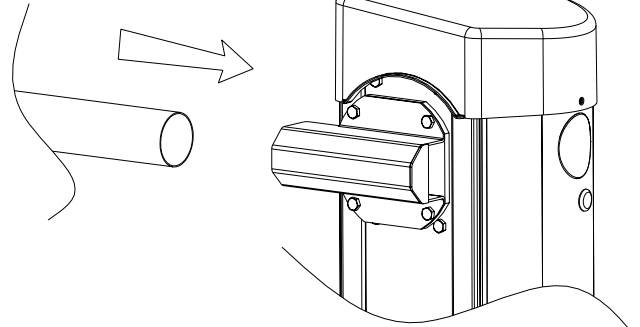

Abb. 6
- Den Schrankenbaum in den Bügel einführen, dabei das richtige Ende in den Schlitz stecken (ohne Verschlusskappe). Den Schrankenbaum bis zum Anschlag (hintere Hemmvorrichtung) einführen. Mit 4 Schrauben M8 den Schrankenbaum endgültig befestigen (Abb.6).